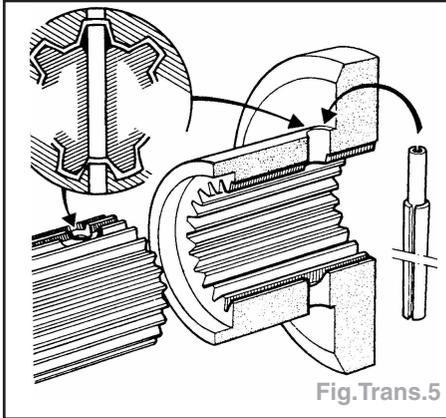

Fig.Trans.5
- Selon montage, positionner angulairement la transmission par rapport au planétaire (alignement des logements de goupille) et l'engager sur le planétaire (Fig.Trans.5).